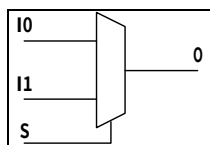

图4-82 BUFGMUX 示意图
- (5) BUFGMUX 是全局时钟选择缓冲，它有 I0 和 I1 两个输入，一个控制端 S，一个输出端 O。当 S 为低电平时输出时钟为 I0，反之为 I1。需要指出的是 BUFGMUX 的应用十分灵活，I0 和 I1 两个输入时钟甚至可以为异步关系。图 4-82 所示为 BUFGMUX 示意图。